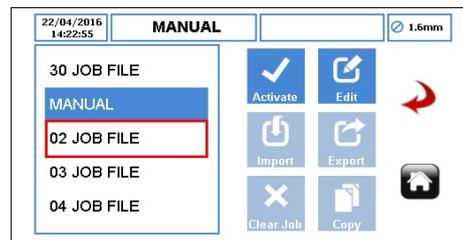

Figure 42 Menu Fichier de travail
- ▶ Sélectionnez  cette option pour accepter toutes les modifications du fichier de travail en surbrillance. Vous retournerez alors au menu Fichier de travail, comme illustré à la figure 42. Les modifications effectuées sur cet écran ne sont enregistrées que lorsque vous appuyez sur cette icône.